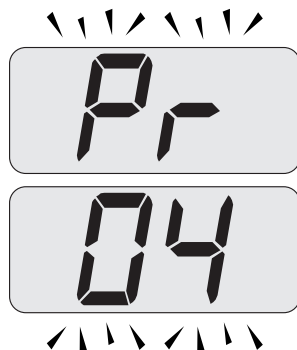

Figura 5.22
- Scorrere i vari parametri utilizzando i tasti 15 o 16 fino a far apparire sul display LCD le lettere **Pr** che si alternano con il codice **04**, indicanti l'entrata nel "parametro 04" (Figura 5.22).
- Premendo contemporaneamente i tasti 14 e 15 (Figura 5.20) si esce senza modificare il valore (ritorno alla lista parametri (Figura 5.22)).